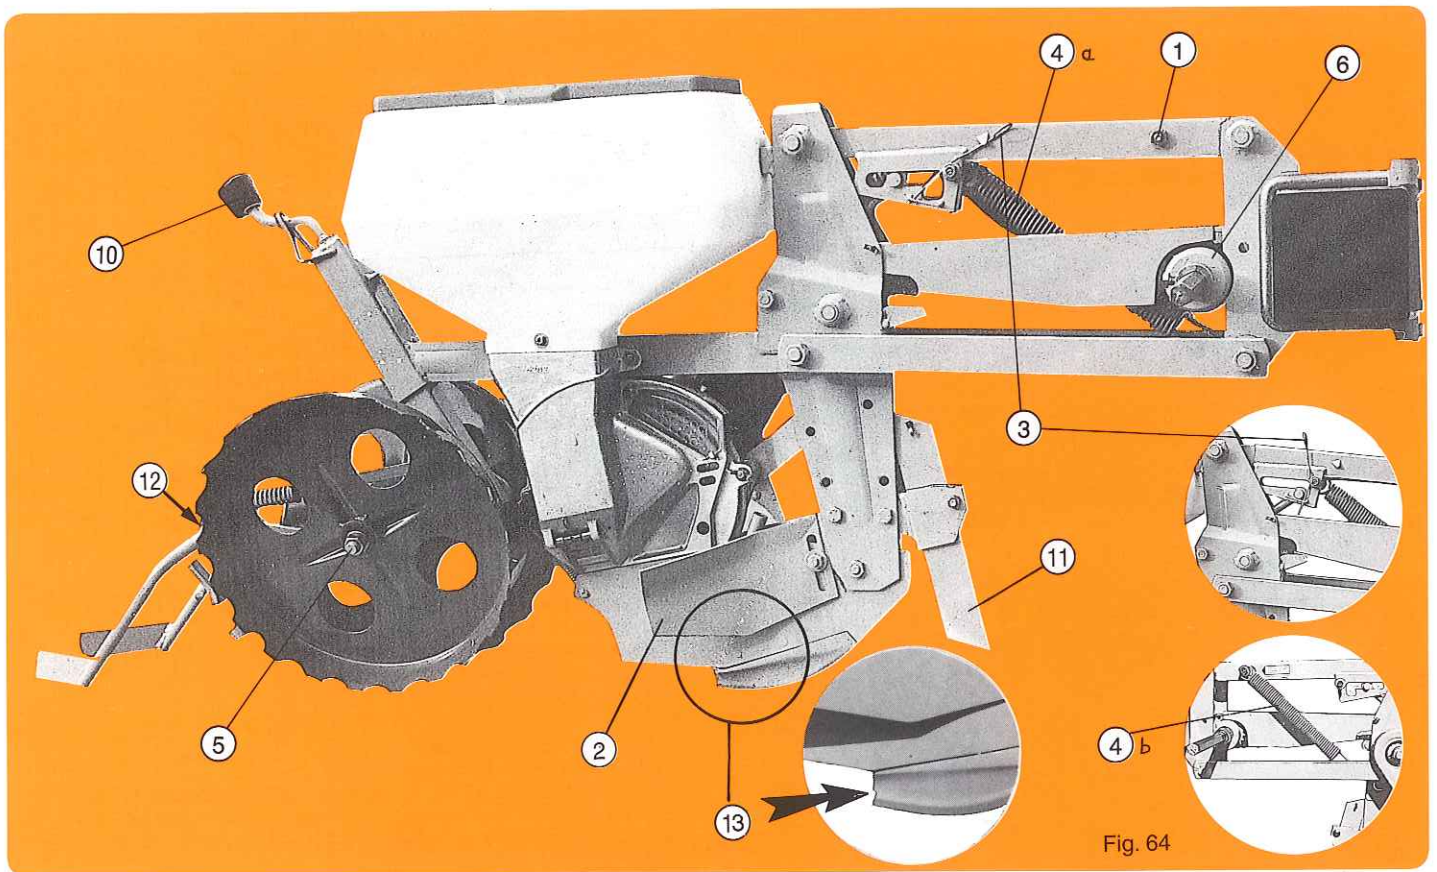
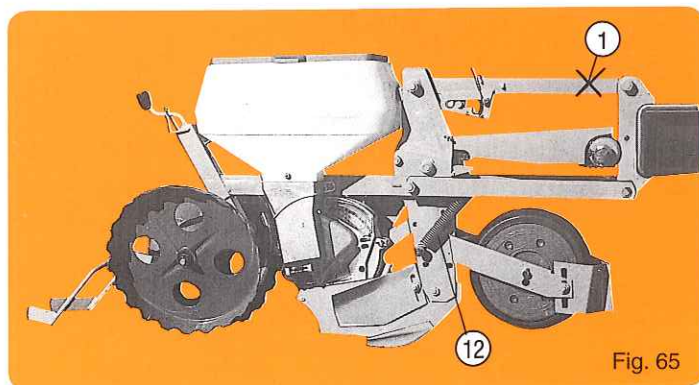
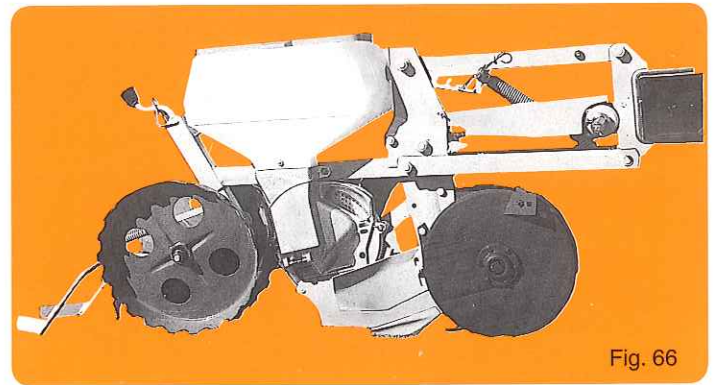

Fig. 64
Fig. 65
Fig. 66
Version de base (fig. 64) :
- Bloc roue avant (fig. 65) : améliore la régularité de terrage. A retenir pour semis délicats tels haricots - soja - colza - sorgho... Par ses fixations disposer la roue en POSITION HAUTE.
- Avec cette roue supprimer le boulon de parallélogramme (1).
- Ne pas oublier les 2 ressorts stabilisateurs (12).
- Double disque d'élément (fig. 66) : pour terrains encombrés de résidus.
- (1) Boulon de blocage du bras de parallélogramme : ce boulon reste en place pour la version de base maïs (fig. 64). Il doit par contre impérativement être enlevé avec roue avant (fig. 65) et avec double disque + roues accolées (fig. 69).
- (3) Taquet d'accrochage en position relevée (fig. 64) : en cours de travail laisser le ressort dans son cran pour éviter les accrochages involontaires du taquet.
- (4) Ressort de parallélogramme (fig. 64) : monté suivant (4) a, il accentue le poids de l'élément. Monté suivant (4) b, il allège l'élément. Avec roue avant supprimer le ressort de préférence.
- (5) Réglage de l'écartement des roues maïs (fig. 64) : 2 bagues sur moyeux que l'on place soit côté intérieur, soit côté extérieur, permettent d'obtenir 2 écartements à la base. Utiliser les roues resserrées pour semis superficiels (1 à 3 cm).
- (6) Système de sécurité (fig. 64) : il provoque un crachotage sonore en cas de blocage de la distribution. Un arrêt est alors obligatoire (voir page 33). Graisser les dents du crabat à la mise en route pour faciliter les premiers déclenchements.
- (10) Réglage du terrage (fig. 64) : une jauge graduée facilite l'uniformité du réglage.
- (11) Coutre indépendant (fig. 64) : pour fendre les sols durs et écarter mottes et cailloux de la trace du sillon ; à remonter et même à escamoter complètement dans le cas de grosses pierres ou de rochers fixes.
- (12) Réglage de la hauteur des raclettes (fig. 64) par un jeu de rondelles d'épaisseur.
- (13) Lorsque l'usure du soc atteint le stade du décrochement le semis devient irrégulier : la pointe doit alors impérativement être remplacée.
Basic version (fig. 64) :
- Front press wheel (fig. 65) : improves the uniformity of soil engagement. To be used for delicate seeds such as beans - soybeans - rape seed - sorghum... Set the wheel in HIGH POSITION by means of its mounting.
- With the front press wheel, remove the bolt in the upper parallel linkage (1).
- Do not forget the two stabilizer springs (12).
- Double disc opener (fig. 66) : for trashy field conditions.
- (1) Bolt to block the arm of the parallel linkage : with the basic corn unit with clod remover or double disc opener, this bolt remains in its place. However, this bolt has to be removed when the front press wheel (fig. 65) or double disc opener with side press wheel (fig. 69) are used.
- (2) Clod remover : should work on the ground surface to avoid plugging at the metering box or chain.
- (3) Locking pawl to keep unit in a raised position (fig. 64) : while planting, in order leave the spring in its notch to avoid unexpected lock-up.
- (4) Springs for parallel linkage (fig. 64) : when mounted as per (4) A, they increase the down pressure of the planting unit. When mounted as per (4) B, they reduce the down pressure of the planting unit. When using the front press wheel, reduce the down pressure as needed.
- (5) Adjustment of the spacing of corn press wheels (fig. 64) : placing the 2 bushings on the inside or the outside of the wheel hub allows for 2 basic widths. Use the narrow setting for shallow seeding (1-3 cm) (3/8 - 1 1/2").
- (6) Safety system (fig. 64) : this causes the clutch to sound in case of a blockage in the metering system. When this clutch sound is heard, stop the machine immediately (see page 33). The teeth of the clutch should be lubricated when restarting in order to make the first declutching easier.
- (10) Adjustment of the depth (fig. 64) : a gradual scale makes it easier to set the unit at a uniform depth.
- (11) Independent coultter (fig. 64) : to slice open hard soil and move aside clods or rocks in the path of the seed furrow ; to be removed completely when used in conditions with large rocks.
- (12) Adjustment of the height of the hillers (fig. 64) by means of a pair of washers.
- (13) When the shoe reaches this point of wear, sowing becomes irregular : the tip must then be replaced.
Grundausführung (Abb. 64) :